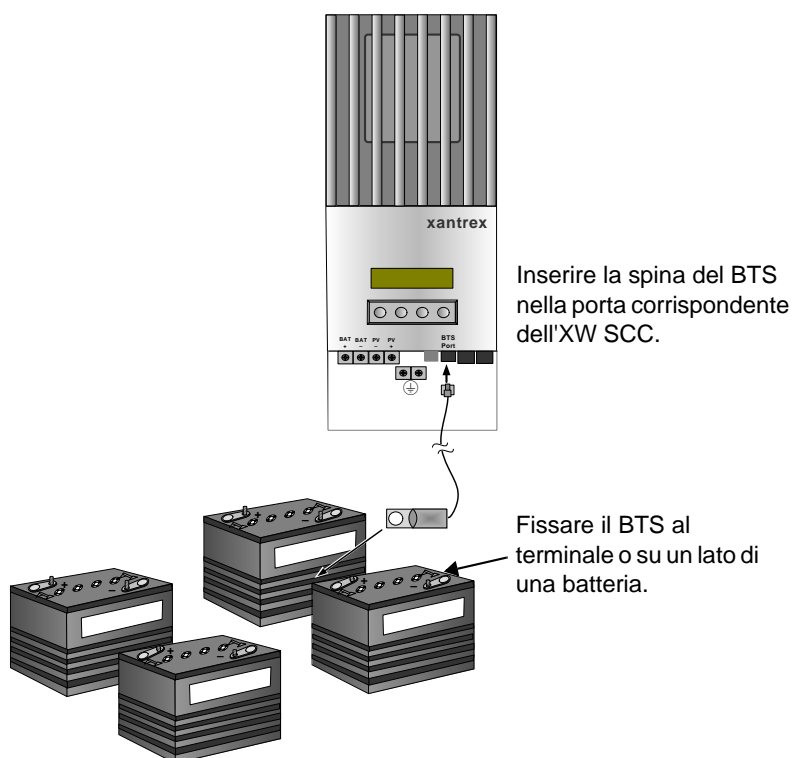

Figura 2-14 Installazione del BTS
4. Inserire l'estremità del cavo del BTS in uno dei fori dell'XW SCC e connettere la spina del BTS alla porta corrispondente. Vedere Figura 2-14.